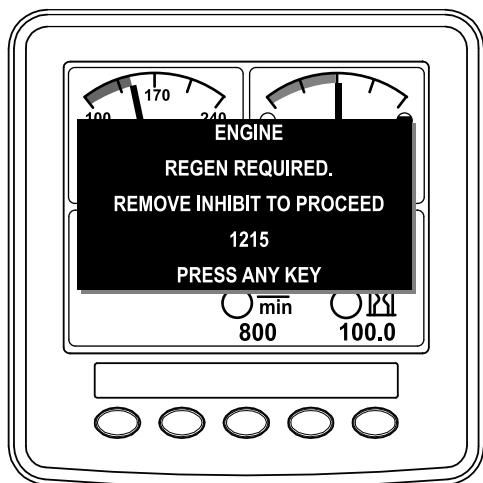

Figure 45
**Remarque:** Si l'option INHIBIT REGEN est à ON, l'InfoCenter affiche ADVISORY #1215 (avis n° 185) (Figure 45). Appuyez sur un bouton pour faire passer l'option d'interdiction de régénération à OFF (désactivée) et poursuivez la procédure de régénération commandée.